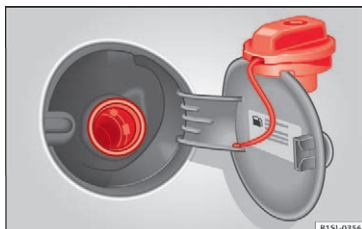

Fig. 39 Åben tankklap med tankdæksel
- Drej tankdækslet mod uret og af, og hæng det på øverst på tankklappen »» Fig. 39.